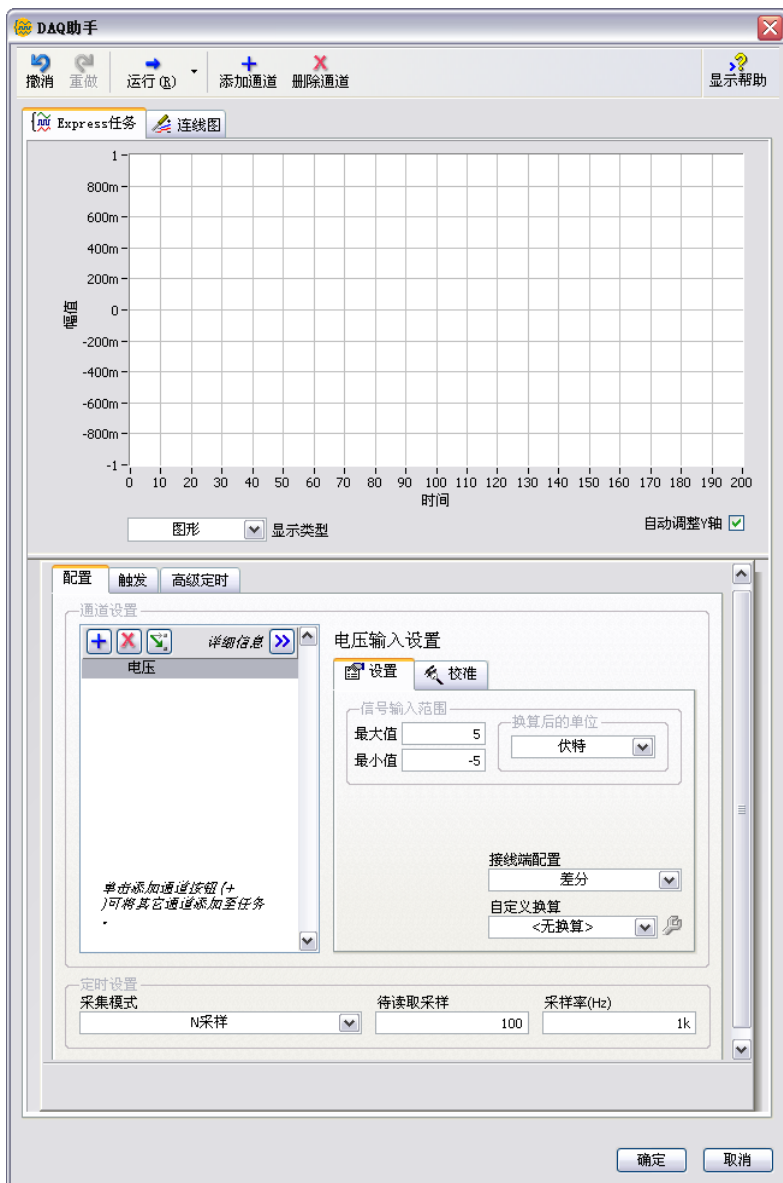

图 4-1 使用 DAQ 助手配置任务
6. 在**支持物理通道**列表中，选择设备与信号连接的物理通道（例如，**ai0**），单击**完成**按钮。DAQ 助手打开的对话框可显示选定要完成任务的通道配置选项。如图 4-1 所示。